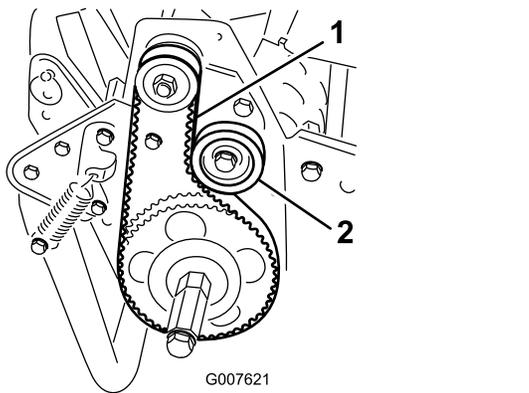

図 44
- プーリ間の中央部で **図 44**、18-22 N (1.8-2.3 kg) 程度の力でベルトを指で押して張りを点検する。
- A. アイドラプーリ固定ナットをゆるめ、プーリをベルトの背に押しつけて、適当な張りを出す **図 44**。